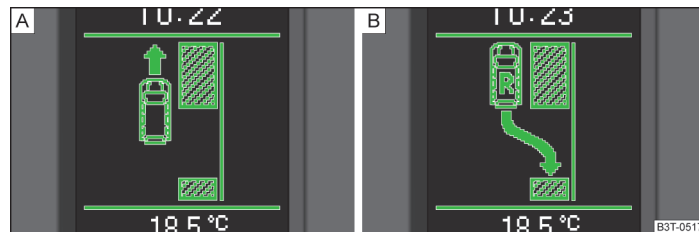

Fig. 121 Display informativo: Riconosciuta area di parcheggio con l'avvertenza di proseguire **A** e per l'inserimento della retromarcia **B**
- Quando l'assistenza al parcheggio ha rilevato un'area di parcheggio adatta, quest'area viene visualizzata sul display informativo » fig. 121 **A**.
- Proseguire sino a quando sarà visualizzato » fig. 121 **B** .